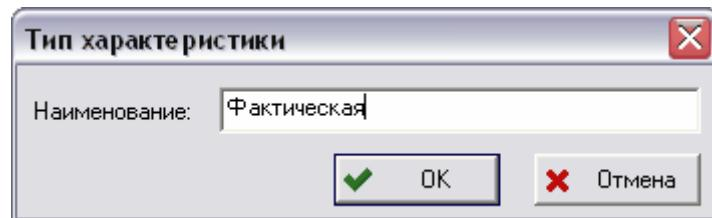

Рис. 89 Тип характеристики
3. В диалоговом окне **Тип характеристики** введите наименование (Рис. 89).